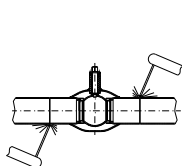

Bild 1
- 3.4.5 Ventilen skall vara helt öppen då man svetsar fast den i ett vågrätt rör (Bild 1).